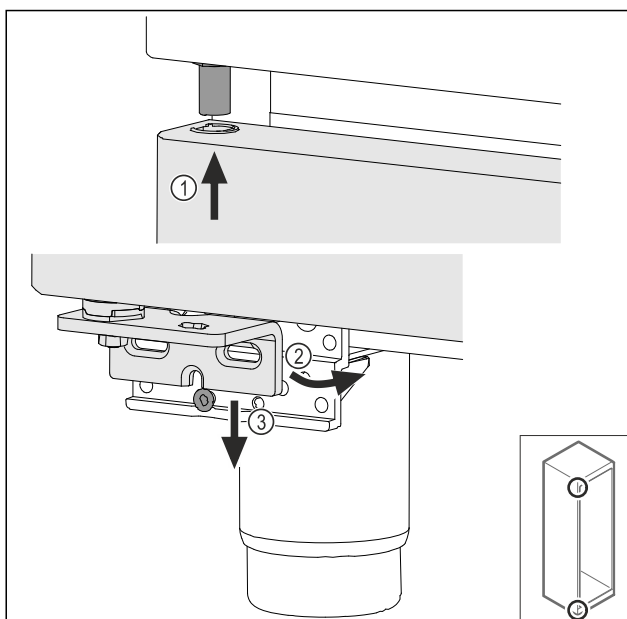

Fig. 47
- ▶ Nałożyć lekko przechylone drzwi Fig. 47 (1), ustawić drzwi prosto Fig. 47 (2) i założyć od dołu na śrubę płytki zawiasu Fig. 47 (3).